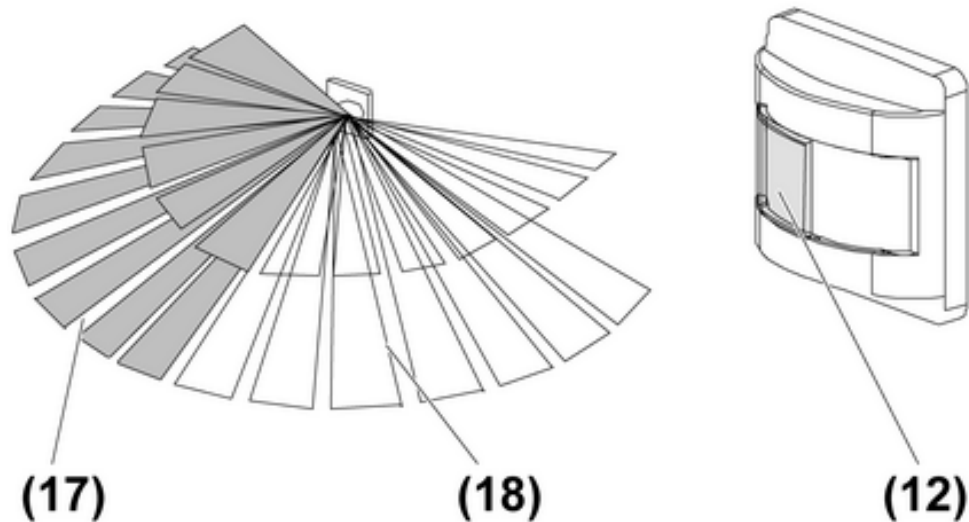

Bild 14: Blendenelement verwenden
Mit dem beiliegenden Blendenelement (12) (Bild 14) kann die linke (17) oder die rechte Hälfte (18) des Erfassungsfeldes, je 90°, ausgeblendet werden.